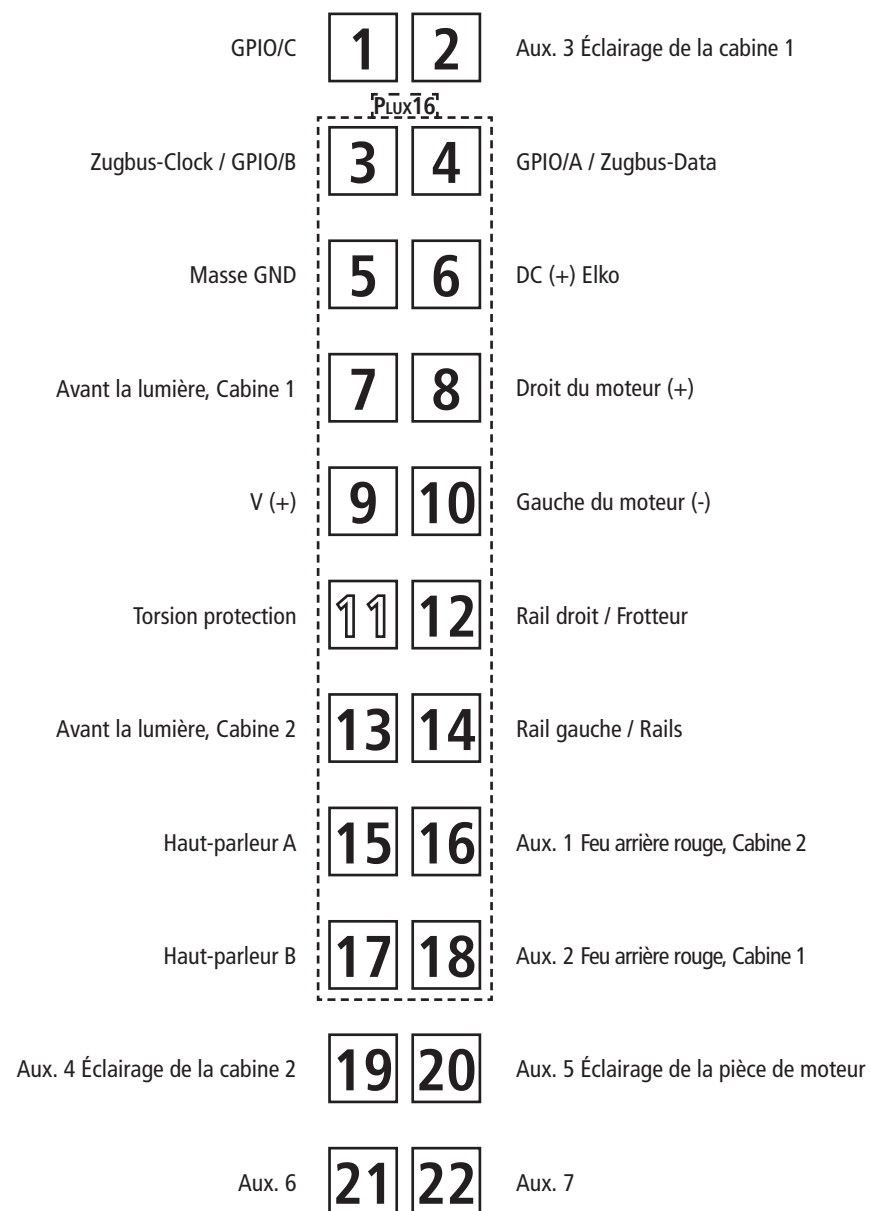
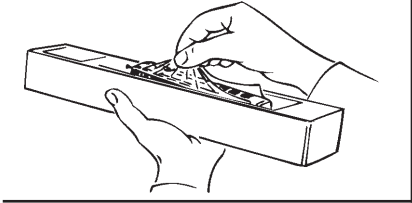

Fig. 6
Fig. 3
2. Schmierung: Versehen Sie die im Schmierplan in Fig. 7 gekennzeichneten Stellen mit nur **kleinen Öltropfen**. Dazu zuerst das Lokgehäuse abnehmen (Fig. 3). Wir empfehlen den **ROCO Öler Art.-Nr. 10906**. Fürs Schmieren der Getriebeteile (Zahnräder, Schnecke) empfehlen wir das **ROCO-Spezialfett Art.-Nr. 10905**. Im Falle der Schmierung diese Teile **nicht ölen**.
Mehrzugbetrieb: Zuerst Lokgehäuse abnehmen (Fig. 3). Danach den Brückenstecker aus der Schnittstelle entfernen (diesen sorgsam aufbewahren). Danach den Stecker des Decoders lage-richtig einsetzen (Fig. 5).
4. Kohlebürstenwechsel: Lokgehäuse abnehmen (Fig. 3). Danach wird der Motor ausgebaut und die Kohlebürsten ausgewechselt (Fig. 6).
2. Lubrication: Apply **tiny oil drops** to spots marked in fig. 7. Prior to lubrication dismantle locomotive (fig. 3). We recommend using item no. **10906, Roco oiler**. For lubrication the gearparts (e.g. cogwheels, worm) we would recommend our Roco **special grease** (item no. **10905**).
4. Carbon Brush Changing: First remove loco body (fig. 3), and then the motor (fig. 6).
1. Nettoyage des lames de courant aux roues: Les lames de contacts risquent de s'encrasser rapidement sur des voies poussiéreuses. Veuillez **enlever la poussière** aux endroits marqués à la fig. 6 à l'aide d'un petit pinceau souple.
2. Graissage: N'appliquez **qu'une toute petite goutte** aux endroits indiqués par le plan de graissage (fig. 7) après avoir démonté la caisse de la locomotive (fig. 3). Nous vous recommandons **le graisseur à huile Roco réf. 10906**. Pour graisser les engrenages (roues dentées, vis sans fin) nous vous conseillons la **graisse spéciale Roco réf. 10905** pour engrenages en matières synthétiques. Lorsque vous utilisez cette graisse il faut éviter d'huiler ces composants.
4. Remplacement des balais du moteur: Démontez la caisse (fig. 3). Démontez ensuite le moteur et échangez le balais (fig. 6).